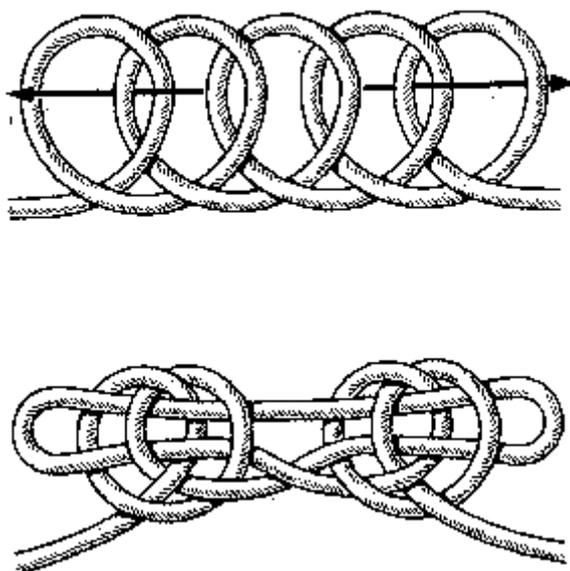

Рис. 114. Олимпийский узел
**Олимпийский узел** (рис. 114). Его назвали олимпийским потому, что он получается из пяти колец. Это старинный морской узел времен “золотого века паруса” – расцвета чайных, опиумных и шерстяных клиперов. На английском морском языке название этого узла весьма сентиментально – “Два сердца, бьющиеся как одно”. Несмотря на кажущуюся на первый взгляд громоздкость узла, вяжется он не сложнее топового (см. рис. 80). Олимпийский узел надежен и конкретно отвечает своему прямому назначению – укоротить на время трос.